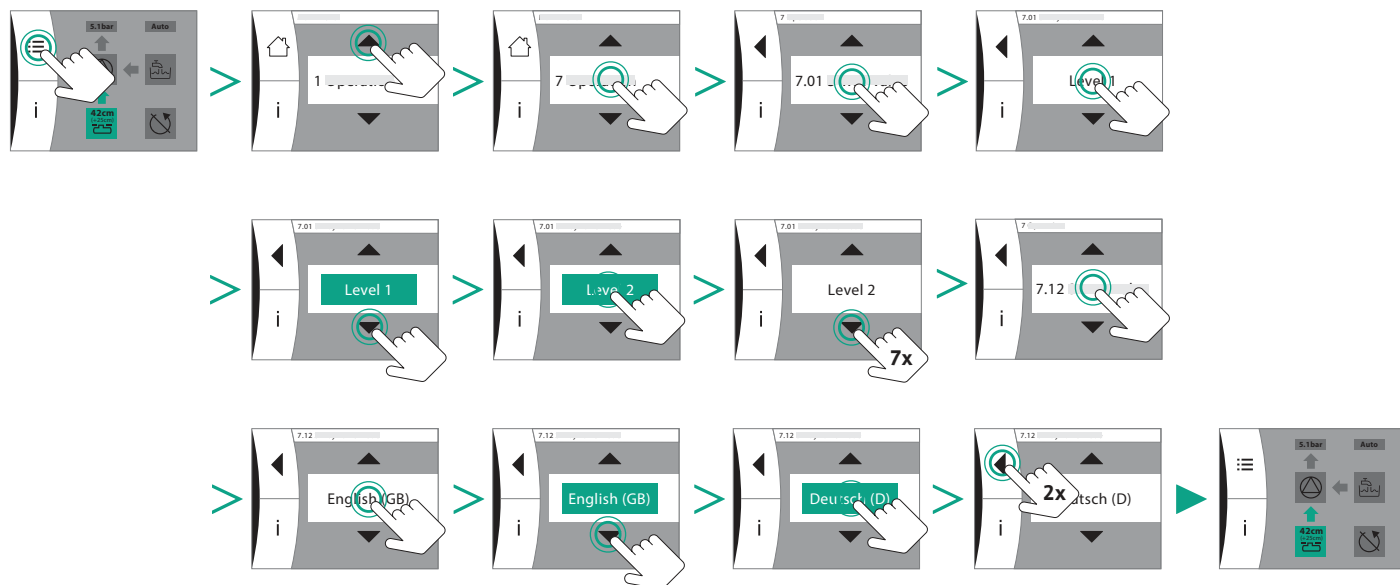

Fig. 23: Nastavení jazyka
7. Vyberte preferovaný jazyk menu (Fig. 23).